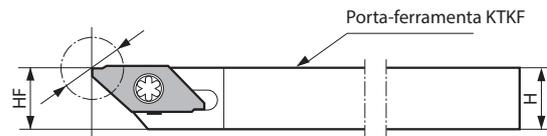

Fig. 2 Ao montar inserto TKF-AGT/TKF-NB
2) Se o ajuste de 1 mm não for possível, utilize o TKF.-AGT/TKF.-NB. (Consulte a Fig. 2)